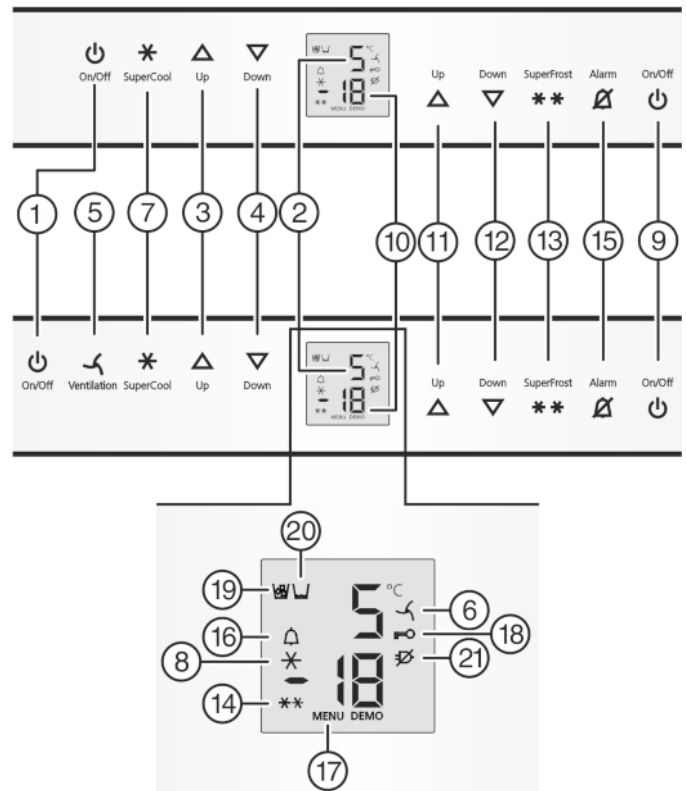

Fig. 2
- ▶ Paspauskite šaldiklio skyriaus mygtuką „On/Off“ Fig. 2 (9).
- ▶ Paspauskite šaldytuvo skyriaus mygtuką „On/Off“ Fig. 2 (1).
- ▷ Šaldytuvo skyriaus įjungtas: šaldytuvo skyriaus temperatūros indikatorius Fig. 2 (2) šviečia. Atidarant šaldytuvo skyriaus duris, užsidega vidinis apšvietimas.
- ▶ Reguliavimo režimo įjungimas: „SuperFrost“ mygtuką Fig. 2 (13) laikykite paspaudę apie 5 s.
- ▷ Šviečia meniu piktograma Fig. 2 (17).
- ▶ Norėdami patvirtinti, trumpai paspauskite mygtuką „SuperFrost“ Fig. 2 (13).
- ▶ norėdami įjungti apsaugą nuo vaikų, trumpai paspauskite mygtuką „SuperFrost“ Fig. 2 (13).
- ▷ Šviečia apsaugos nuo vaikų piktograma Fig. 2 (18). Indikatoriuje mirksi **c**.
- ▶ norėdami išjungti apsaugą nuo vaikų, trumpai paspauskite mygtuką „SuperFrost“ Fig. 2 (13).
- ▷ Užgęsta apsaugos nuo vaikų piktograma Fig. 2 (18). Indikatoriuje mirksi **c**.
- ▶ Reguliavimo režimo išjungimas: paspauskite šaldiklio skyriaus mygtuką „On/Off“ Fig. 2 (9).
- ▶ Paspauskite mygtuką „Signalas“ (Alarm) Fig. 2 (15).
Jeigu temperatūra šaldiklio skyriuje yra nepakankamai žema, pasigirsta įspėjamasis garso signalas. Kartu pradeda mirksėti temperatūros indikatorius ir simbolis „Signalas“ (Alarm) *Fig. 2 (16)*.
Įspėjamasis garso signalas išsijungia automatiškai, simbolis „Signalas“ (Alarm) *Fig. 2 (16)* nustoja šviesti, o temperatūros indikatorius nustoja mirksėti, kai vėl pasiekama pakankamai žema temperatūra.
- ▶ Paspauskite mygtuką „Signalas“ (Alarm) *Fig. 2 (15)*.